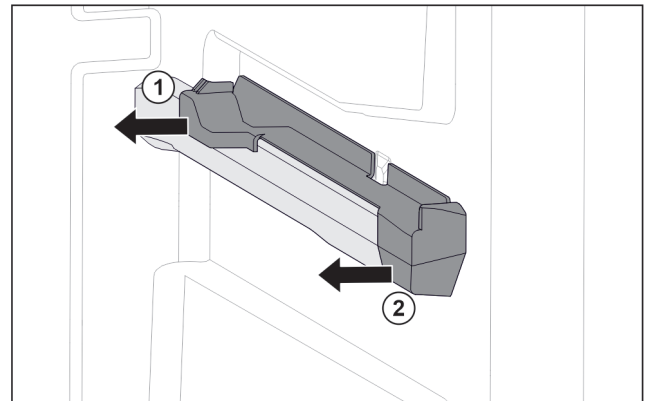

Fig. 149 Aufsteckteil auf der rechten Behälterrippe
- Aufsteckteil hinten zur Seite abziehen. Fig. 149 (1)
- Aufsteckteil vorne zur Seite abziehen. Fig. 149 (2)